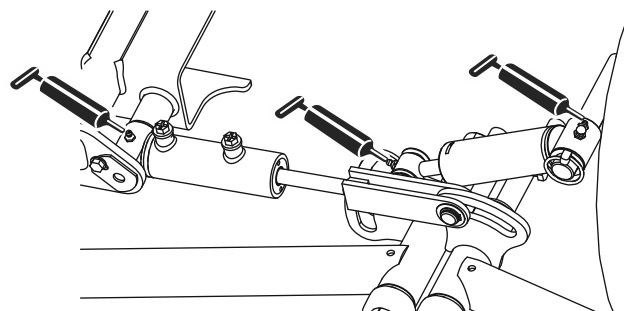

Figura 43
- Perna del braccio di sollevamento anteriore e cilindri di sollevamento (3 cad.) (Figura 43)